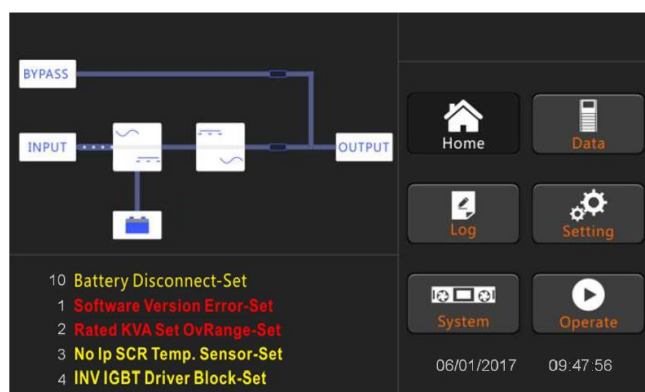

Рисунок 4-1. Интерфейс запуска выпрямителя
4. На домашней странице дисплея показывает, что выпрямитель системы работает, и индикатор мигает (Рисунок 4-1).